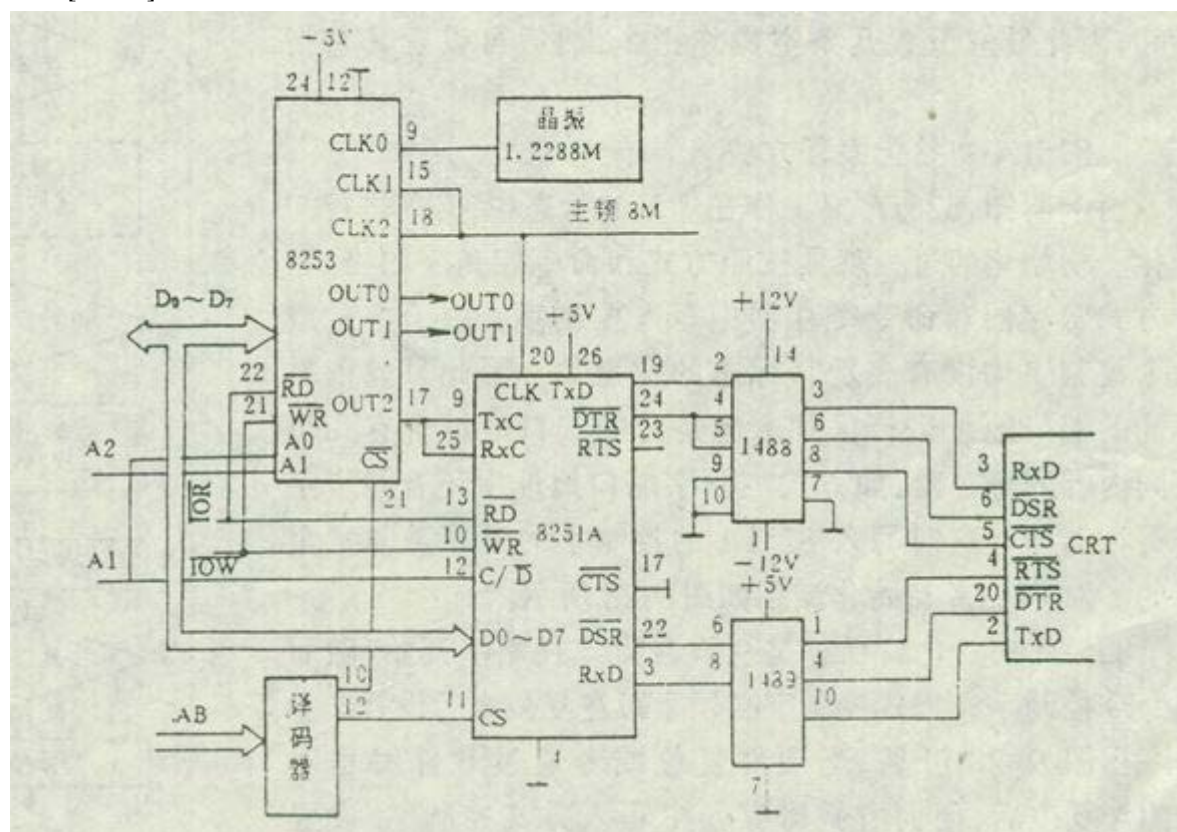

图 9-29 用 8251A 作为 CRT 接口
[例 9.3] 用 8251A 作为串行通信接口, 完成 8086CPU 对 CRT 的控制。电路如图 9-29 所示。
1. 对图 9-29 的说明